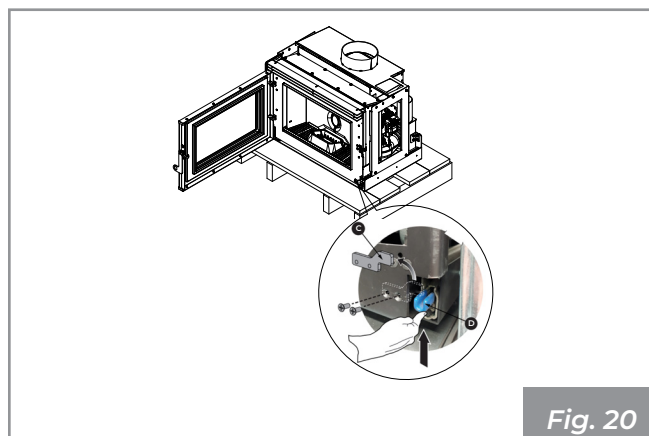

Fig. 20
- Retire el soporte de seguridad ( **C** ) desatornillando los tornillos de fijación. Levante la palanca ( **D** ) para desbloquear la corredera. ( **Fig. 20** )